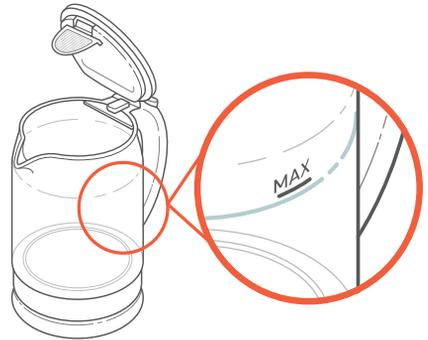

Figure 1.2
4. Remplissez la bouilloire d'eau jusqu'au niveau « **MAX** », puis refermez le couvercle. [Figure 1.2] Placez la bouilloire sur le socle et branchez-la.